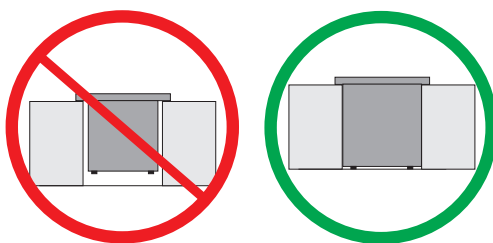

Ilustración 2
- 3 Nivele la estufa utilizando las dos (2) patas ajustables delanteras y las dos (2) ruedas ajustables, de manera que la altura del suelo a la parte de abajo del reborde de metal sea de al menos 1/16" (vea ilustración 2).
- 7 Es imprescindible que el reborde de metal que se encuentra debajo de la cubierta este sobre la cubierta del gabinete. La cubierta no deberá tocar directamente la cubierta del gabinete (vea ilustración 2) de no ser asi la fractura de la cubierta anulará la garantía. Nivele la unidad si es necesario.